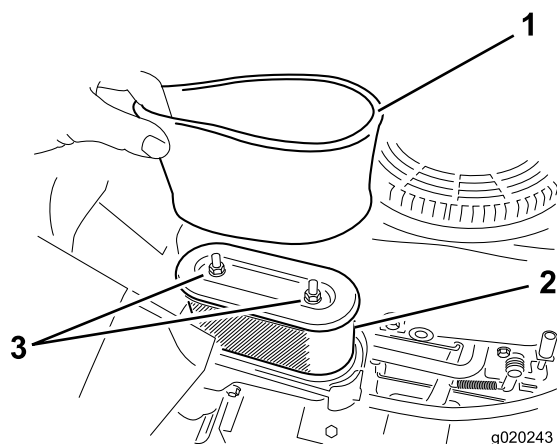

Figura 28
5. Rimuovete i due dadi dall'elemento in carta (Figura 28).
6. Rimuovete con cautela gli elementi del filtro in schiuma sintetica e carta dal vano del filtro dell'aria (Figura 28).
1. Installate il filtro di schiuma sul filtro di carta (Figura 28).